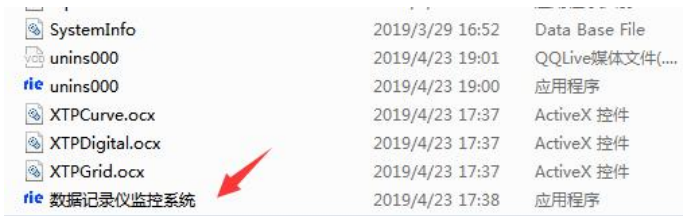

图 7-1
7.1.1 到官网或光盘下载安装记录仪用上位机软件--数据记录仪监控系统--安装包，安装前暂时关闭退出所有杀毒软件和防火墙，点击上位机安装包安装软件，如果没有退出杀毒，就会有安全提示跳窗，请点击允许或同意。安装完成后，我们双击数据记录仪监控系统 应用程序快捷方式打开软件，如图 7-1。